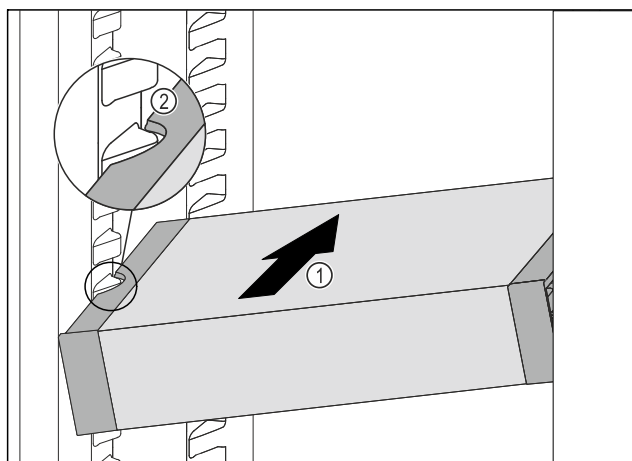

Fig. 106
- Zasuňte VarioSafe do chladničky pod úhlem tak Fig. 106 (1), aby vybrání na bocích Fig. 106 (2) VarioSafe byla na úrovni žebrování na nádoby v chladničce.